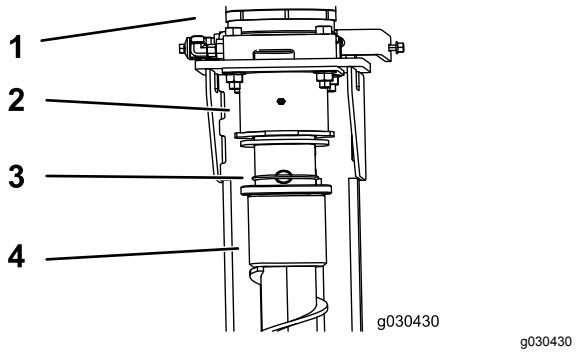

Рисунок 1
4. Удерживая стойки, снимите уплотнительные кольца и штифты, крепящие стойки к двигателям (Рисунок 1).
5. Удерживая стойки, снимите штифты и Е-образные зажимы, крепящие стойки к двигателям (Рисунок 1).